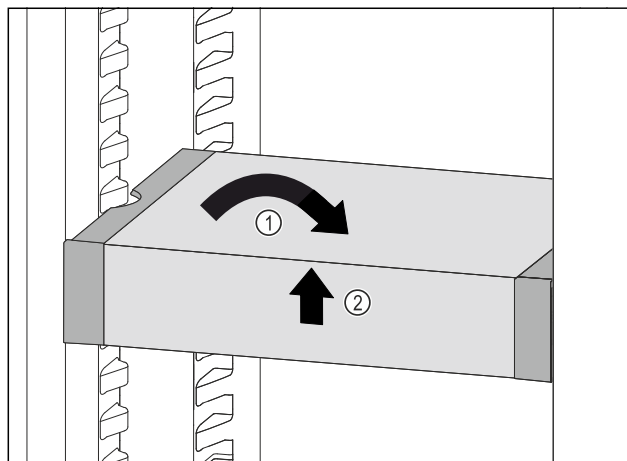

Fig. 74
- ▶ Plasser VarioSafe rett. *Fig. 74 (1)*
- ▶ Løft VarioSafe opp i forkant. *Fig. 74 (2)*